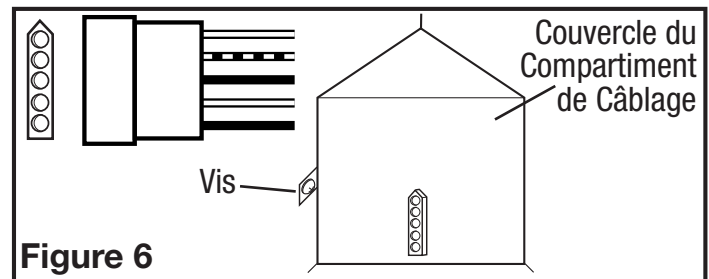

Figure 6
5. Branchez le cordon de raccord rapide du moteur du ventilateur dans le réceptacle situé sur la couverture du compartiment du fil. La corde s'insérera seulement d'une seule manière dans le réceptacle (**Figure 6**).